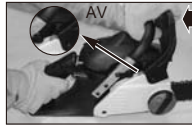

Fig. 6A
1. KEDJEBROMSEN är FRÅNKOPPLAD (kedjan kan flyttas) när BROMSSPAKEN DRAS TILLBÄKA OCH LÄSES. Var säker på att kedjebromsens spärr är i läget AV. (Fig. 6A)